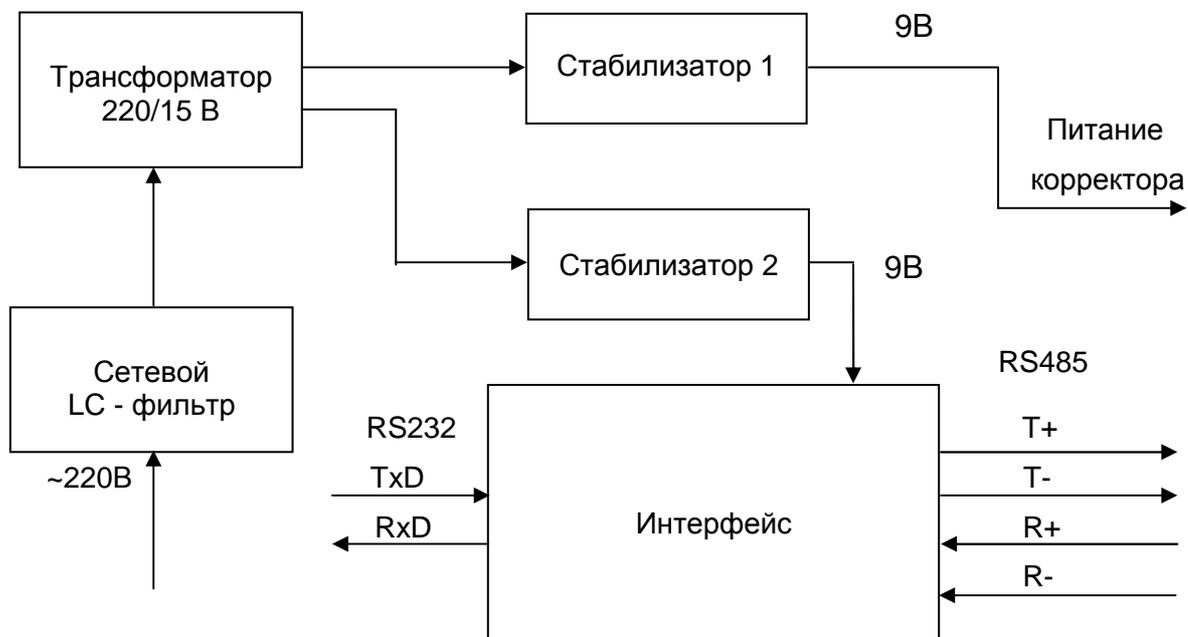

Рисунок 4 Структурная схема БПЭК-05
5.2 Подключить БПЭК-05 к корректору ЕК270 (ЕК260) согласно Рис.4